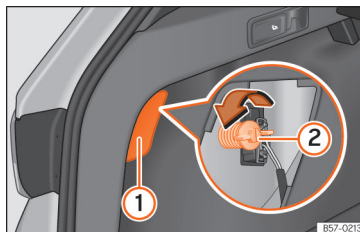

Abb. 114 Gepäckraum: Zugang zur Befestigungsschraube der Heckleuchte
3. Hebeln Sie die Abdeckung an der Aussparung » Abb. 114 mit dem flachen Teil des Schraubendrehers ab ①.
5. Schrauben Sie mit der Hand oder mit Hilfe eines Schraubendrehers die Befestigungsschraube der Leuchte » Abb. 114 ② heraus.